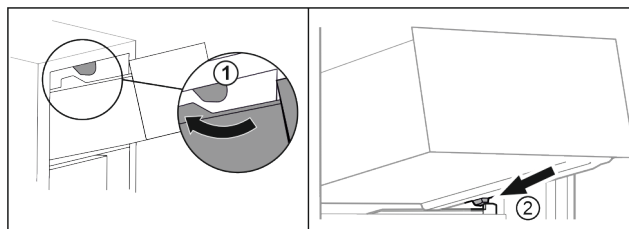

Fig. 90
- ▶ Lade om de bovenste stoppers leiden. Fig. 90 (1)
- ▶ Lade schuin achter de onderste stoppers op containerrib plaatsen. Fig. 90 (2)